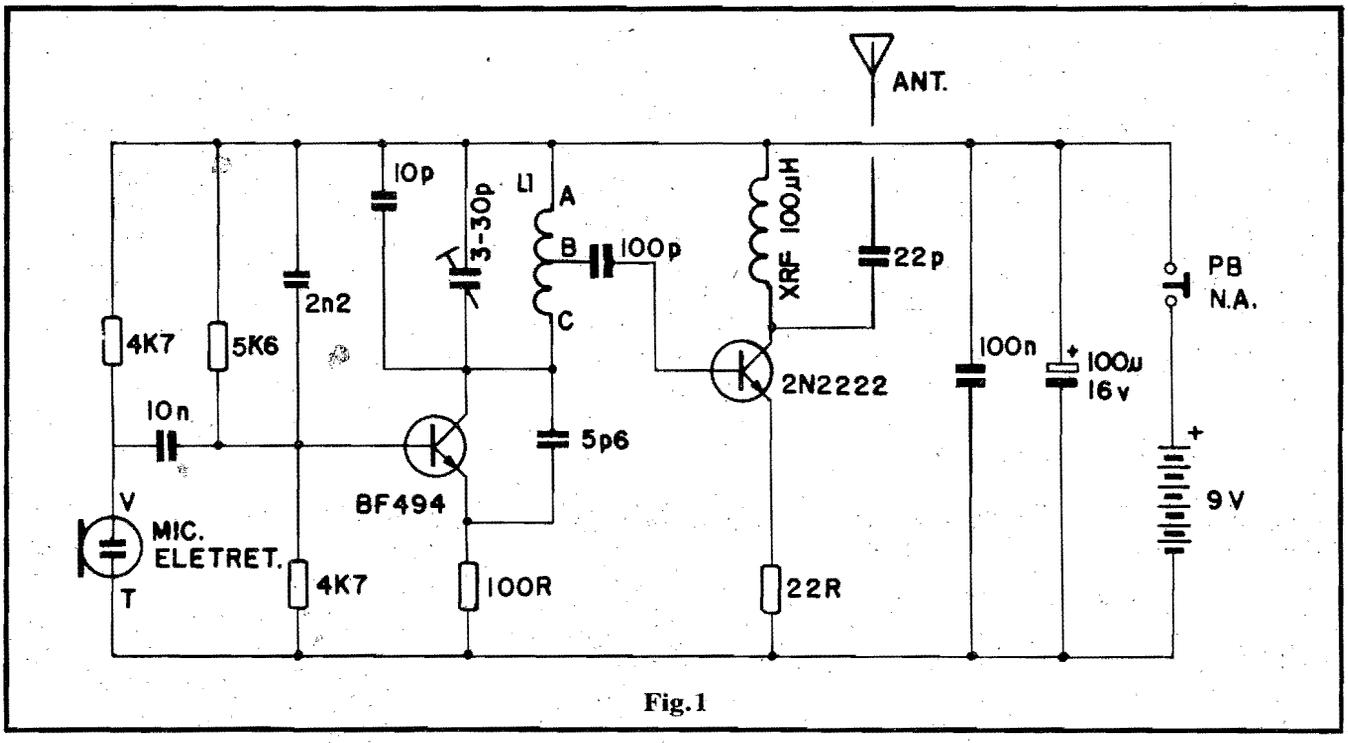

Fig. 1
- FIG. 1 - O CIRCUITO - O "esquema" é muito simples, na verdade uma **ampliação** do mini-projeto original do MICROTRANS FM, ao qual foi anexado um "reforço", na forma de amplificação final da RF já modulada em Frequência, por um segundo transistor... No núcleo do circuito temos o transistor BF494 (apropriado para trabalhar nas elevadas Frequências envolvidas...), num arranjo Colpitts modificado (oscilador com realimentação por capacitor). A bobina L1 (detalhes construcionais mais adiante...) e o trimmer (capacitor ajustável de 3-30p) permitem sintonizar a oscilação, fixando-a no conveniente valor, normalmente em torno de 90 a 95 MHz (próximo ao centro da faixa de FM comercial). Notem que o capacitor de 10p, "paralelado" ao conjunto LC de sintonia,